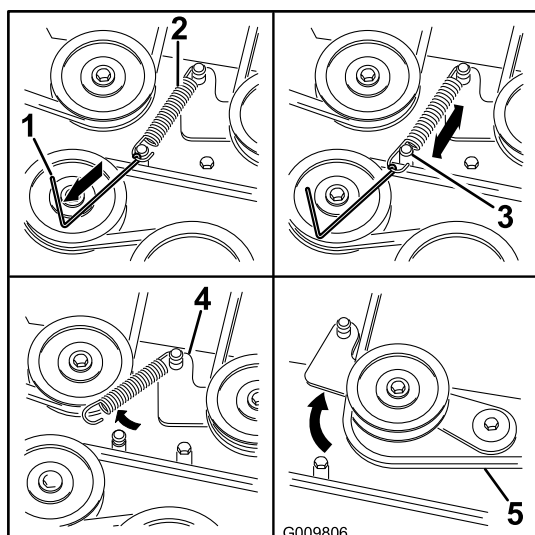

Bild 73
6. Entfernen Sie die Spannscheibenfeder mit einem Werkzeug zur Federentfernung (Toro Bestellnummer 92-5771) von der Mähwerkstrebe, um die Spannung von der Spannscheibe zu nehmen (Bild 73).
10. Setzen Sie die Spannscheibenfeder mit einem Werkzeug zur Federentfernung (Toro Bestellnummer 92-5771) auf die Mähwerkstrebe, um die Spannscheibe und den Mähwerkriemen zu spannen (Bild 73).
9. Verlegen Sie den neuen Riemen um die Mähwerk- und Bremsspannscheiben unter dem Motor (Bild 73).